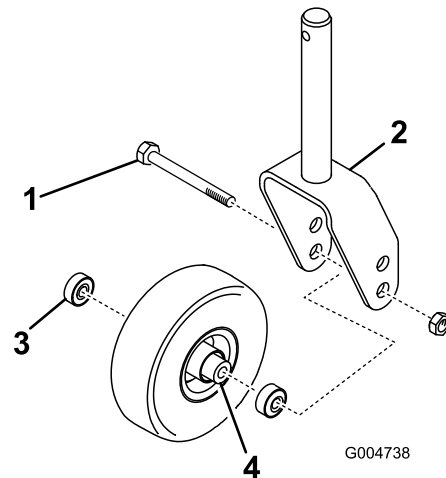
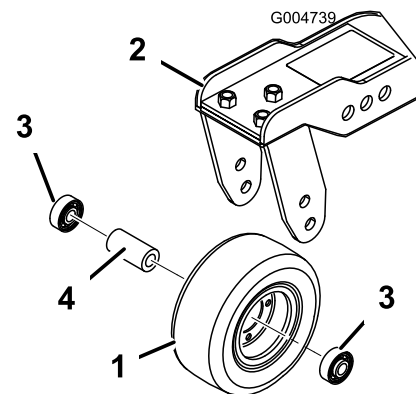

Figura 108
Figura 109
1. Togliete il dado di bloccaggio dal bullone che fissa il gruppo ruota orientabile alla forcella (Figura 108) o al braccio di rotazione (Figura
2. Togliete il cuscinetto dal mozzo della ruota e lasciate cadere il distanziale del cuscinetto (Figura 108 e Figura 109). Togliete il cuscinetto dalla parte opposta del mozzo della ruota.